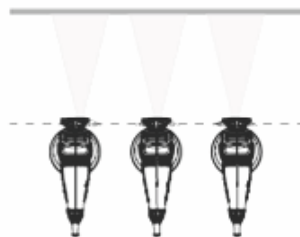

Рис.5
- Двигайте краскопульт рукой, а не запястьем. При этом расстояние между краскопультом и поверхностью должно оставаться постоянным на протяжении всей работы (Рис.5).